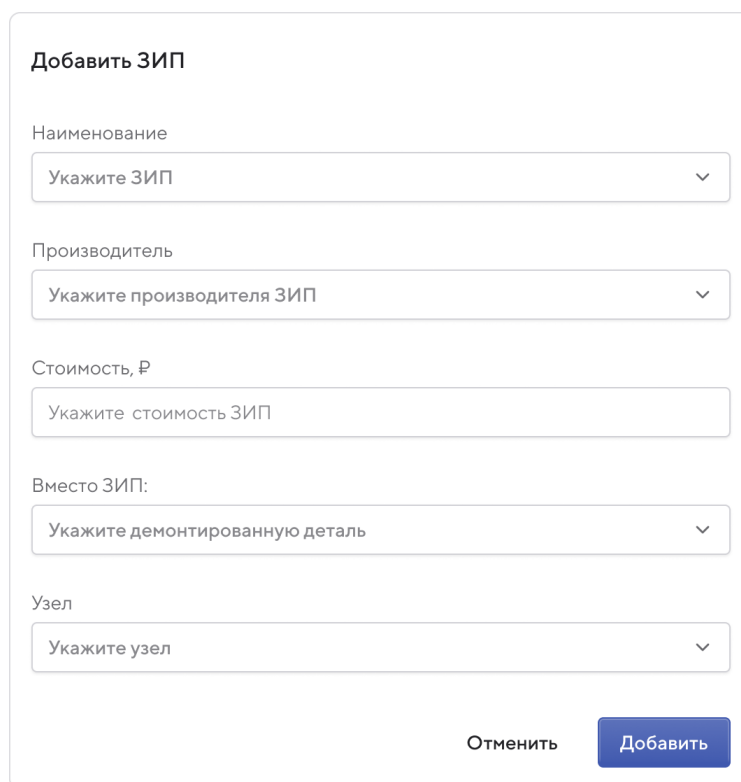

Рисунок 153 – Дополнительное окно «Добавить ЗИП»
4. В разделе «Учет пробега ЗИП» нажмите кнопку «Добавить». Откроется дополнительное окно «Добавить ЗИП» (Рисунок 153).